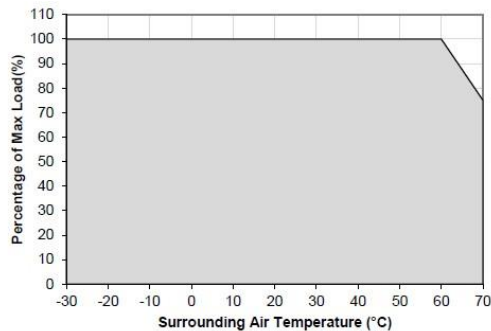

Abb. 1 Derating für vertikale Montageausrichtung
1. Die Komponenten des Netzteils können beschädigt werden oder ihre Leistung beeinträchtigt werden, wenn das Netzteil ständig außerhalb des schattierten Bereichs verwendet wird (siehe Abb. 1).
3. Wenn die Ausgangsleistung bei einer Umgebungstemperatur von mehr als 60 °C nicht reduziert wird, geht das Gerät in den Überhitzungsschutz-Modus. Sobald dieser aktiviert ist, schaltet das Netzteil ab und bleibt ausgeschaltet, bis die Umgebungstemperatur gesenkt oder die Last so weit reduziert wurde, wie es notwendig ist, um das Gerät in einem funktionsfähigen Zustand zu halten. Für den Neustart des Geräts muss die Eingangsspannung (AC) getrennt und wieder angeschlossen werden.